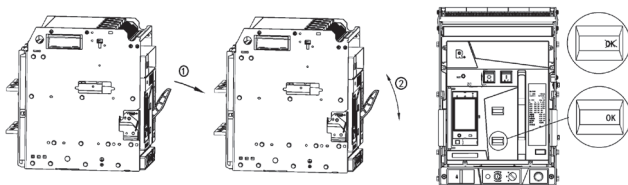

Рисунок 5.20
5.14.1 Для взвода выключателя (рисунок 5.20) потянуть рукоятку взвода пружины привода (1) до упора, а затем отпустить ее назад, совершив возвратно-поступательное движение (2). Взведение выключателя будет выполнено, когда индикатор состояния принимает положение «ВЗВЕДЕН» и при оперировании рукояткой взвода не будет ощущаться сопротивления.